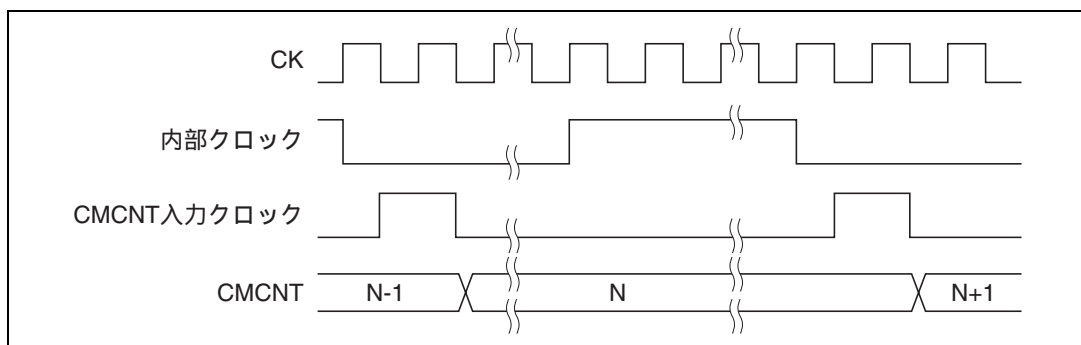

図 15.3 カウントタイミング
CMCSR の CKS1、CKS0 ビットにより、システムクロック (CK) を分周した 4 種類のクロック ( $\phi/8$ 、 $\phi/32$ 、 $\phi/128$ 、 $\phi/512$ ) が選択できます。このときのタイミングを図 15.3 に示します。